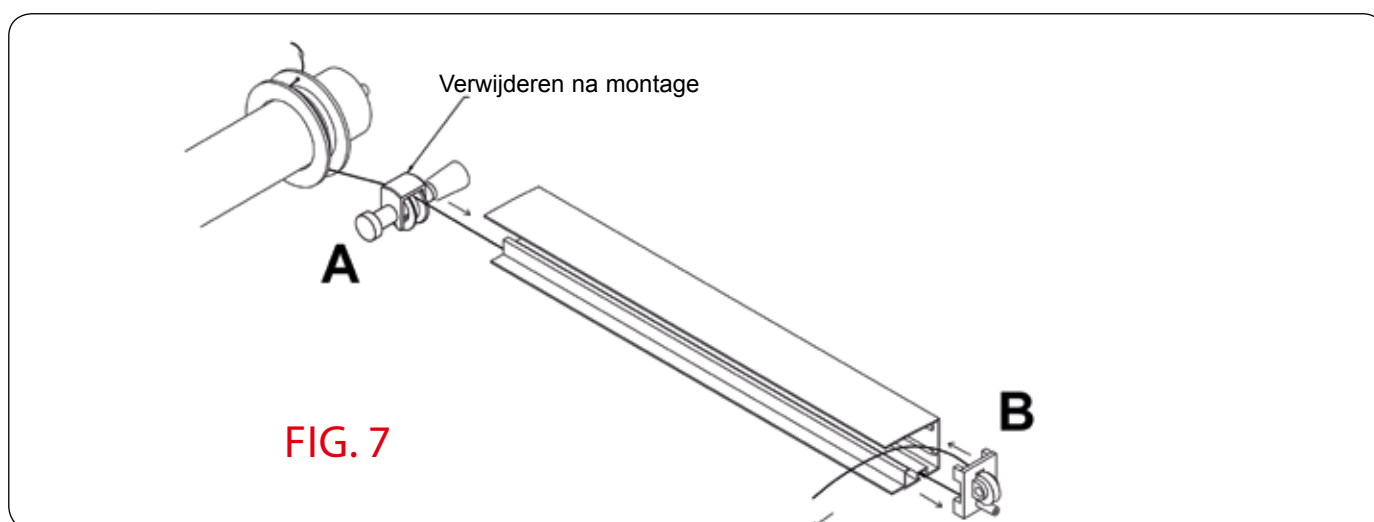

FIG. 7
De koord moet boven het wielletje (A) liggen (FIG.7).
BIJ VERANDASCHERM ZONDER EXTENSIE (FIG. 7)